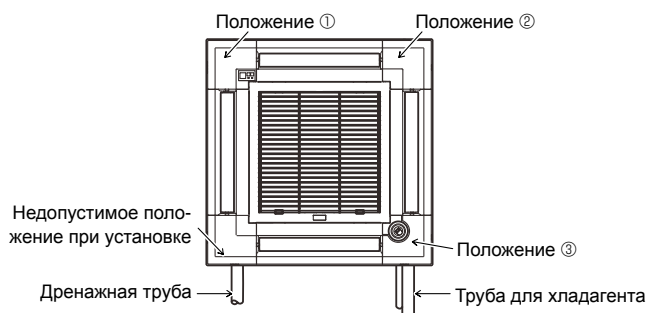

Fig. 9-11
Для главного прибора нельзя устанавливать угловую панель приемника сигналов на стороне дренажной трубы. (См. Fig. 9-11)
- * Если положение i-see Sensor было изменено с положения по умолчанию (положение ③) на другое положение, измените настройки функции. (См. страница 210 и Fig. 9-11)
- Для главного прибора невозможно установить угловую панель i-see Sensor на стороне дренажной трубы. (См. Fig. 9-11)